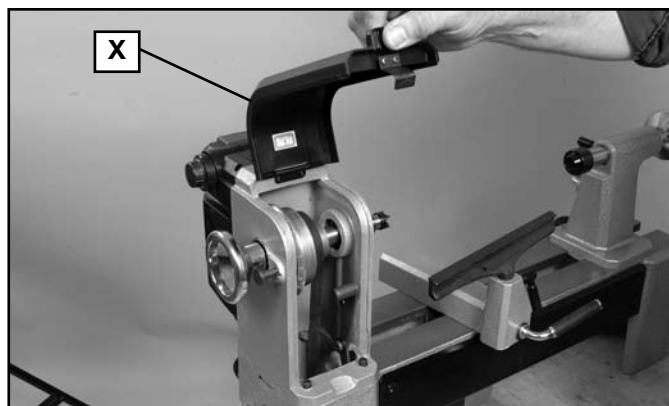
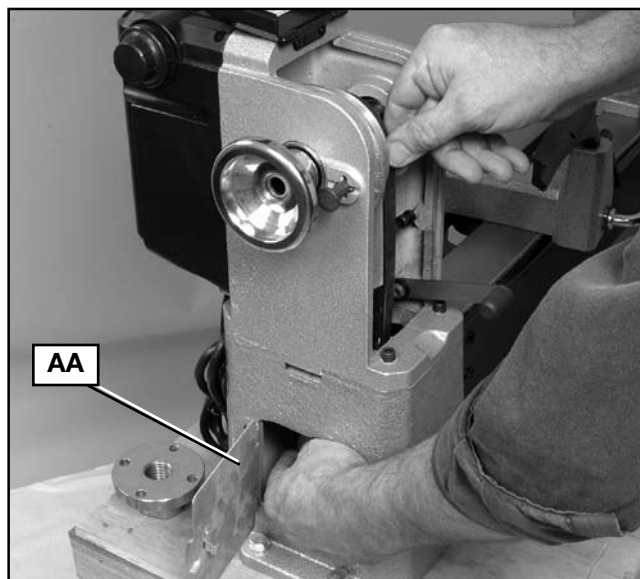
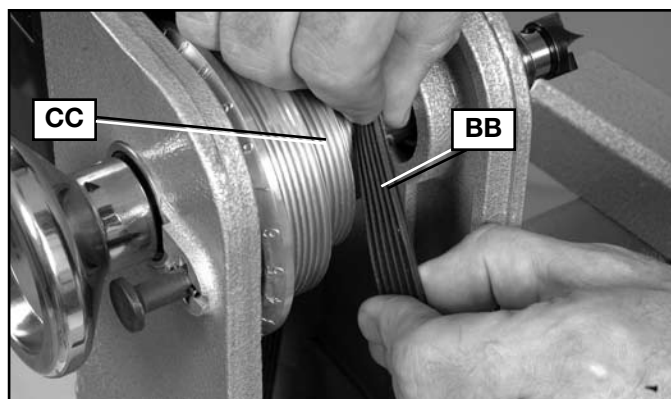

Fig. 14
Fig. 16
Fig. 17
1. Levante la cubierta de la polea (X), Fig. 14.
3. Abra la puerta lateral inferior (AA) Fig. 16 y mueva la correa hasta el paso deseado de la polea y de acuerdo con la tabla de velocidades que se encuentra en la parte interna de la cubierta de la polea (X) Fig. 14. **NOTA:** Asegúrese de que las ranuras en la parte interna de la correa (BB) Fig. 17 se encajen completamente en las ranuras (CC) de ambas poleas y que la correa no sobresalga del borde de la polea.
5. Cierre bien la puerta lateral inferior (AA) Fig. 16 y la cubierta de la polea (X) Fig. 14.
1. Abra la puerta de la polea (X) Fig. 14 y la puerta lateral (AA), Fig. 16.